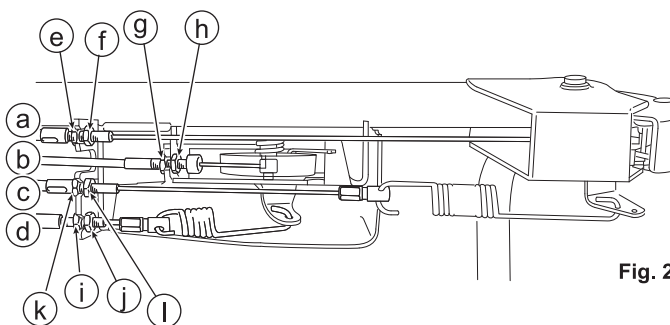

Fig. 23
8.5.1 Manette des gaz (Voir Figs. 23 et 24)
8.5.2 Levier de la lame (Voir Figs. 23 et 25)
- 3 Vérifiez que la lame d'arrête complètement lorsque vous relâchez le Levier de la lame (C).
8.5.3 Levier d'embrayage (Voir Figs. 23 and 26)
- 3 Vérifiez que la machine peut être tirée vers l'arrière lorsque le Levier d'embrayage (B) est relâché.
8.5.4 Levier de changement de vitesse (Voir Figs. 23 et 27)